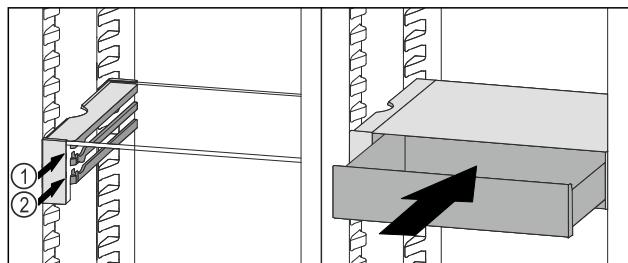

Fig. 129
- Zásuvku VarioSafe nasadte za zarážkami na požadovanom rebre Fig. 129 (1) alebo Fig. 129 (2).